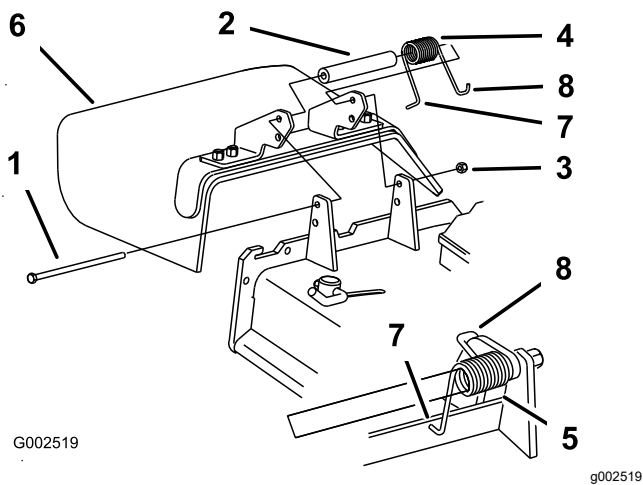

Bild 113
1. Entfernen Sie die Sicherungsmutter, Schraube, Feder und das Distanzstück, mit denen das Ablenkblech an den Drehhalterungen befestigt ist (Bild 113).
Hinweis: Stellen Sie sicher, dass sich das L-Ende der Feder hinter der Mähwerkkannte befindet, bevor Sie die Schraube einsetzen, siehe Bild 113
5. Führen Sie das J-förmige Hakenende der Feder um das Ablenkblech (Bild 113).